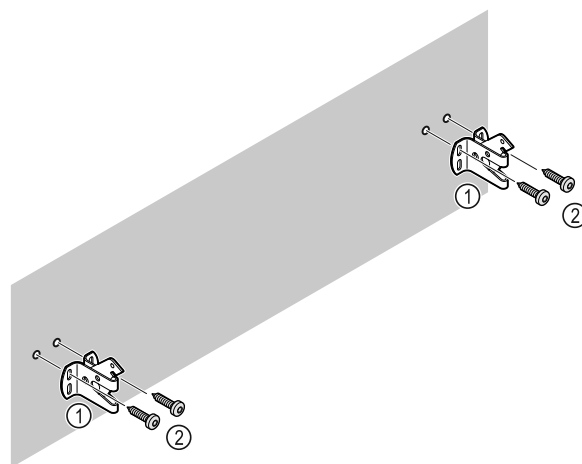

Fig. 12
Utilizzare il materiale di fissaggio adatto (ad es. tasselli) e punti di fissaggio sufficienti, in funzione del tipo di parete (legno, calcestruzzo) Fig. 12 (2).
- ▶ Fissare i ganci. Fig. 12 (1)